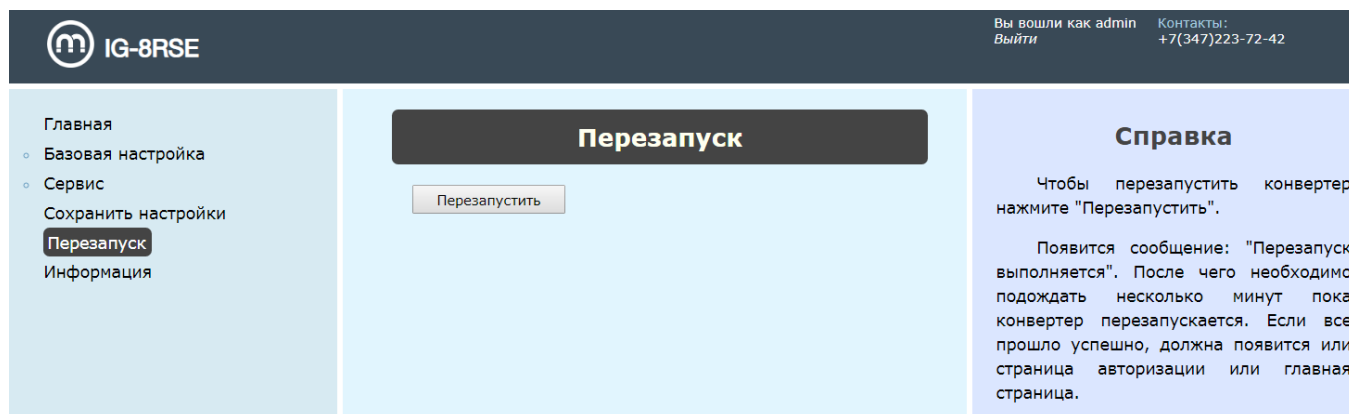

Рисунок 17 — Раздел «Перезапуск»
5) **Перезапуск.** Перезагрузка системы необходима после Обновления прошивки или Импорта конфигураций (рис. 17).